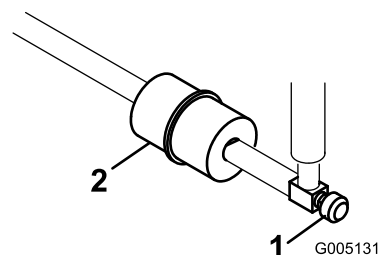

Figura 33
O filtro encontra-se na linha de combustível entre o depósito de combustível e o carburador (Figura 33).
1. Feche a válvula de corte do combustível (Figura 33).
2. Coloque um recipiente de escoamento debaixo do filtro, desaperte a braçadeira de tubos que se encontra no lado do carburador e retire a tubagem de combustível do filtro (Figura 33).
3. Desaperte a braçadeira de tubos e retire o filtro (Figura 33).